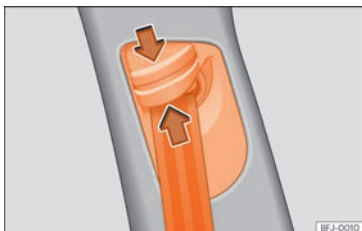

Abb. 14 Bei den Vordersitzen: Gurthöheneinstellung.
- Gurtband an der Schlosszunge gleichmäßig über Brust und Becken ziehen. **Den** Gurt nicht verdrehen »» **Abb. 14.**
- Umlenkbügel in Richtung der Pfeile zusammendrücken und halten »» Abb. 14.